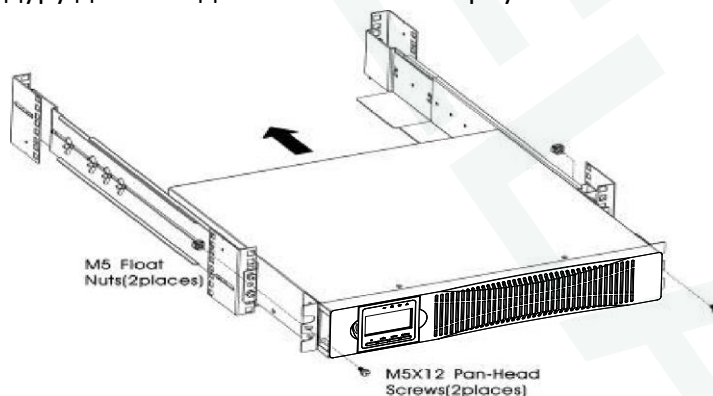

Рис. 2-4
- Закрепите переднюю часть ИБП на стойке с помощью винтов с полукруглой головкой M5x12 и закладных гаек M5 с каждой стороны (см. рис. 2-4). Установите нижний винт на каждой стороне через нижнее отверстие кронштейна и нижнее отверстие рельса. Повторите процедуру для всех дополнительных корпусов.